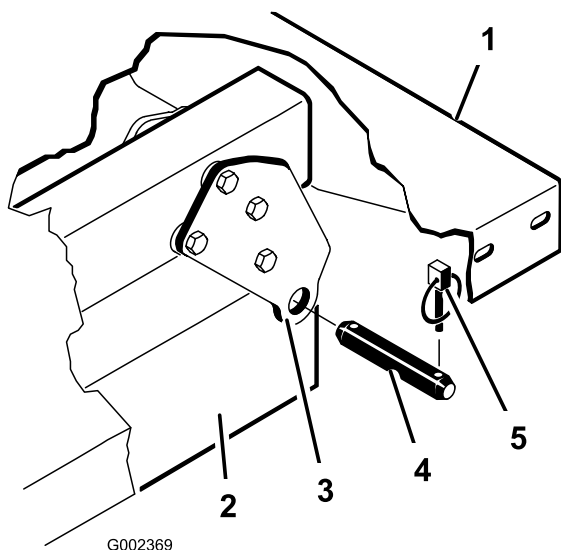

Figura 4
6. Retire los pasadores de seguridad y los pasadores que fijan las placas de giro al bastidor (**Figura 4**).